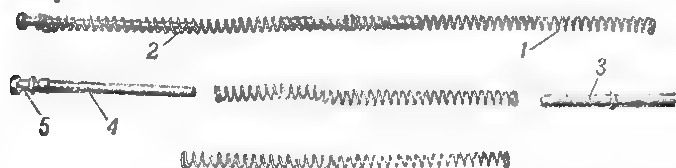

Рис. 27. Возвратная пружина:
28. Возвратная пружина (рис. 27) служит для возвращения затвора в крайнее переднее положение. Возвратная пружина надета на направляющую трубку и направляющий стержень с головкой. Головка стержня имеет кольцевую выточку для соединения с крышкой ствольной коробки.